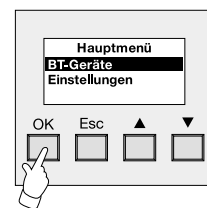

Bild 2:
2. Das Hauptmenü öffnet sich. Durch Anwählen (Tasten Δ / ∇) des Menüeintrags "BT-Geräte" und Betätigung der Taste "OK" wird der Vorgang weiter fortgesetzt (vgl Bild 2). Eine Betätigung der Taste "ESC" bewirkt den Rücksprung in den Grundzustand.